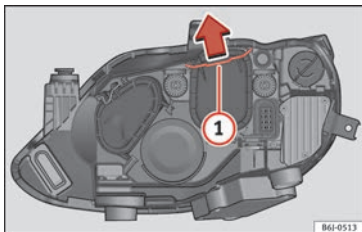

Fig. 99 Phare double.
- Déplacez le tirant » fig. 99 ① dans le sens de la flèche puis retirez le cache.